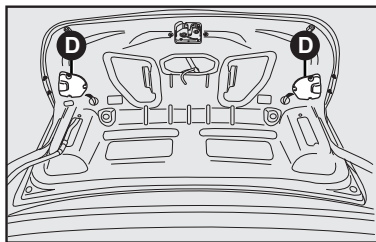

fig. 23
- Abrir a tampa do porta-malas para ter acesso à lanterna **D**-**fig. 23** (lado interno da tampa);
- Retirar os três parafusos e soltar a tampa plástica **fig. 23**;
- Recolocar a tampa plástica e apertar os três parafusos **fig. 23**.